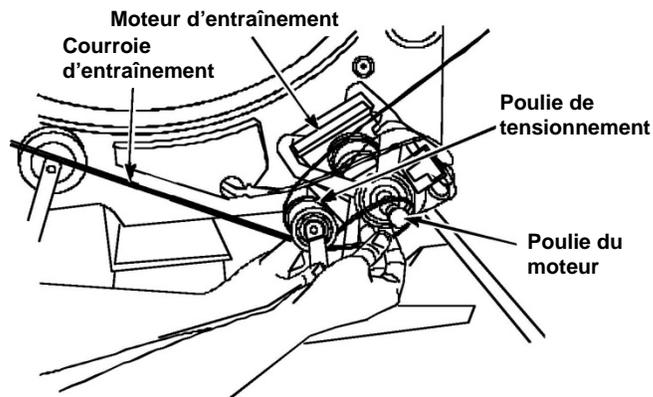

FIGURE 8
- Placer la courroie d'entraînement autour du tambour. Installer le tambour dans la sècheuse et terminer l'installation de la courroie sur la poulie. Lever la poulie de tensionnement vers le haut, réaliser une boucle avec la courroie et la passer sous la poulie de tensionnement, puis engager la courroie autour de la poulie du moteur. Voir Figure 8.